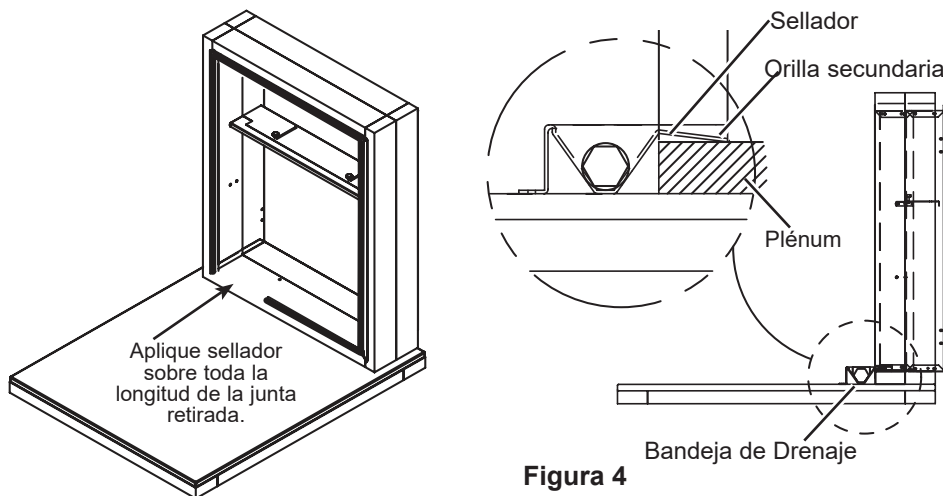

Figura 4
La bandeja de drenaje deberá ser montada al ras contra la pestaña de 3/4" del plenum (Figura 4).
**NOTA:** La orilla de desborde secundaria (Figura 4) se deberá extender hasta el plenum, para evitar goteos de agua.